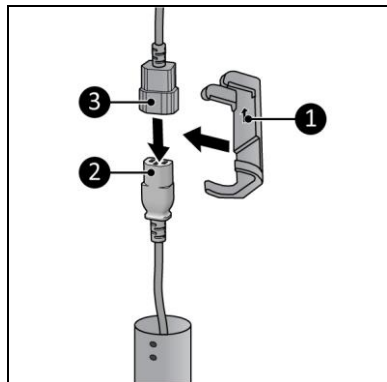

Abbildung 5
4. Stecken Sie den Steckerbuchse (Abbildung 5, Pos. 2) in die Steckverbindung der Heizkappe (Abbildung 5, Pos. 3).
5. Sichern Sie diese Verbindung mit der Klemme (Abbildung 5, Pos. 1). Achten Sie darauf, dass der Pfeil auf die Heizkappe zeigt.